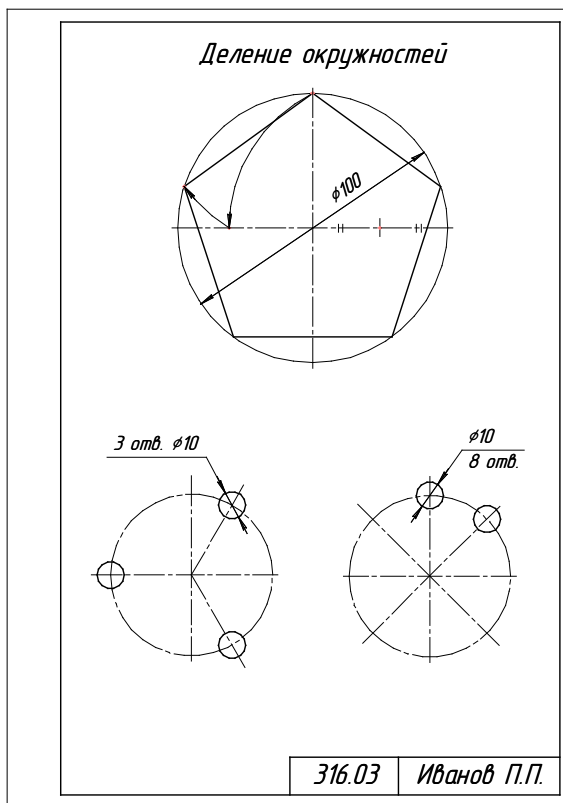

Рис.3. Пример выполнения работы № 3
**Графическая работа 3:** Применить деление окружности на равные части, нанести размеры. (рис. 3).